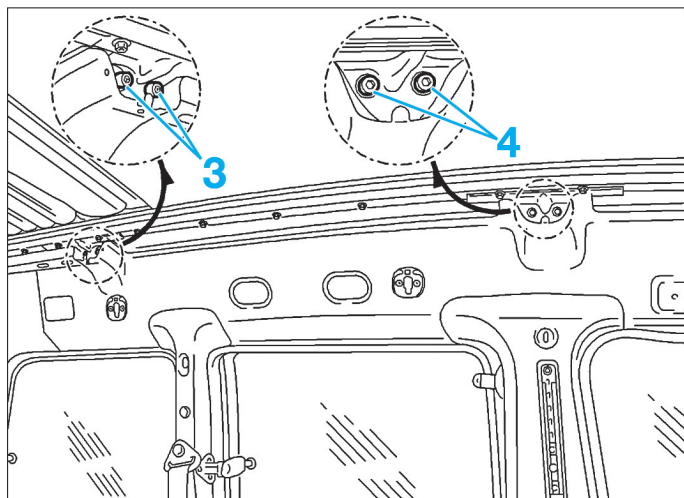

FIG. 53
- les 2 vis (3) et les 2 vis (4) (Fig.53),